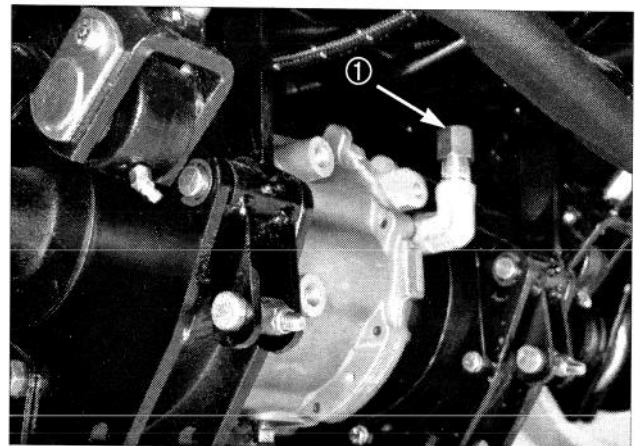

Figure 7
3. Dévisser le bouchon-jauge (Fig. 7) du tube de remplissage et l'essuyer sur un chiffon propre. Remettre la jauge dans le tube et la visser sans forcer. Dévisser à nouveau la jauge et vérifier le niveau d'huile. Si le niveau est à plus de 12 mm de la marque de la jauge, rectifier le niveau jusqu'à ce qu'il atteigne la marque. NE PAS TROP REMPLIR (pas à plus de 12 mm au-dessus de la marque).